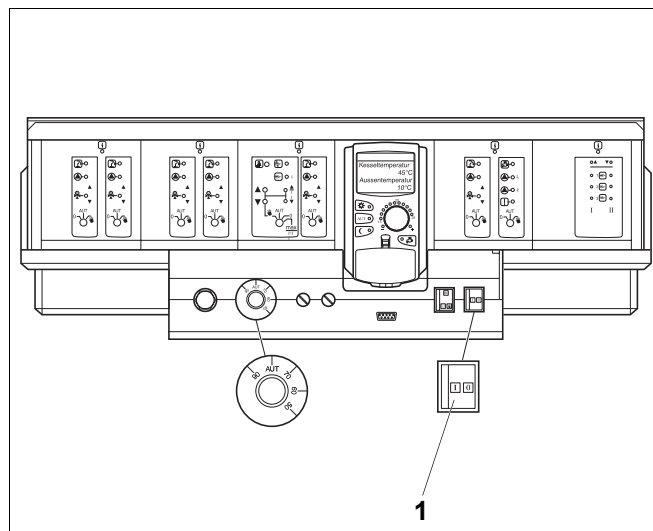

Рис. 38 Система управления Logamatic 4000
- Переведите пусковой выключатель (рис. 38, поз. 1) в положение "0" (ВЫКЛ), на установке с двумя котлами – на двух системах управления.
- Если установка с двумя котлами подключена к подходящей для этого системе отвода дымовых газов, то в летний период она может работать только с одним котлом. На котле 2 переведите пусковой выключатель (рис. 38, поз. 1) в положение "0" (ВЫКЛ).